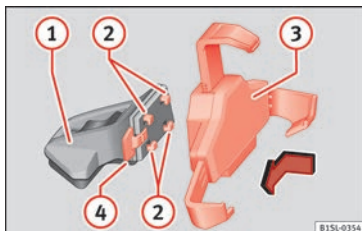
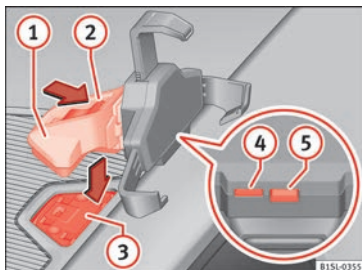

Fig. 134 Ensamblar el soporte universal y el brazo de sujeción.
Fig. 135 En la consola central: cierre del hueco para el alojamiento del sistema de infotainment.
- Presione la tecla de desbloqueo »» fig. 135 (5) hasta que el brazo superior del soporte universal se suelte.
- Coloque el smartphone en las fijaciones inferiores. Para ajustar las fijaciones inferiores, pulse la tecla »» fig. 135 (4).
- Sujete el soporte universal »» fig. 134 (3) y pulse la tecla de desbloqueo »» fig. 134 (4).
- Sujete el brazo soporte »» fig. 135 (1) y pulse la tecla de desbloqueo »» fig. 135 (4) en el sentido de la flecha.
- Introduzca el soporte universal »» fig. 134 (3) en los encastes (2) del brazo soporte (1).
- Desplace el soporte universal lateralmente en dirección al bloqueo (4) hasta que encastre de forma audible »» △.
- Coloque el brazo soporte »» fig. 135 (1) en la placa de sujeción »» fig. 135 (3) desde arriba y presiónelo hacia abajo hasta que oiga que ha encastrado »» △.